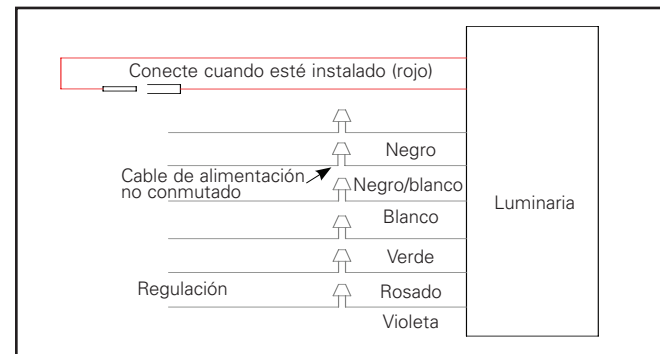

Figura 11.
- Deslice la puerta abatible sobre la placa de montante de la pared y fíjela con las arandelas y tuercas provistas (4). Apriete las tuercas a 70 in-lb (7,9 N·m).
- Realice las conexiones de cables según el diagrama de cables (Figura 4 o Figura 11 para la opción de paquete de baterías de emergencia). Si los orificios de los conductos de entrada lateral se utilizan para la alimentación de la luminaria, extraiga los cables de la junta de cables en la parte posterior de la puerta de la batería (con forma de lápida). Vuelva a colocar la junta y selle los orificios de los cables con silicona RTV. Realice las conexiones de cables dentro del alojamiento de la puerta de la batería.